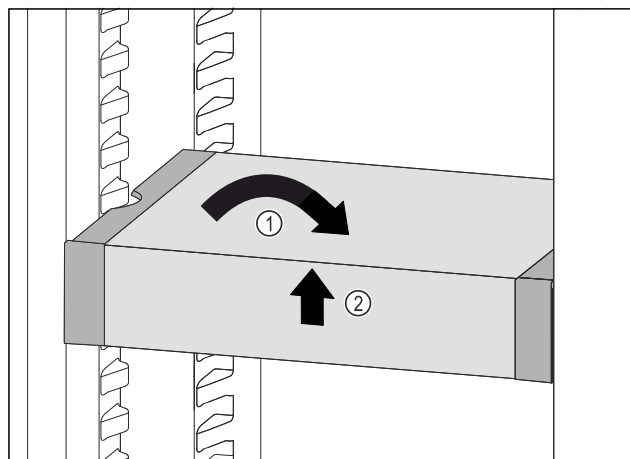

Fig. 74
- ▶ VarioSafe postavte rovně. Fig. 74 (1)
- ▶ VarioSafe vpředu zvedněte. Fig. 74 (2)